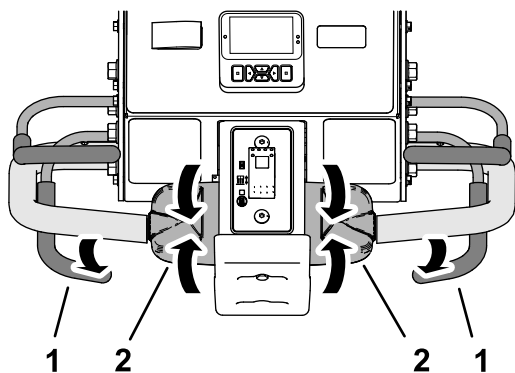

図 89
1. コアリングヘッドが降りている場合には上昇させる 図 89。